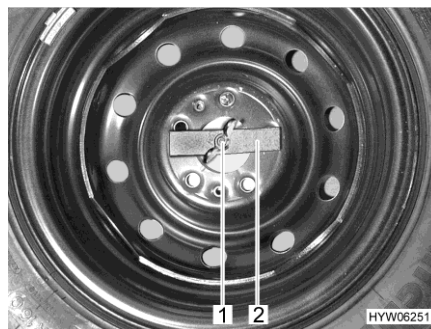

Bild 229 Ersatzrad im Heckstauraum
- Flügelmutter (Bild 229,1) von Hand lösen und abschrauben.
- Druckstück (Bild 229,2) abnehmen.